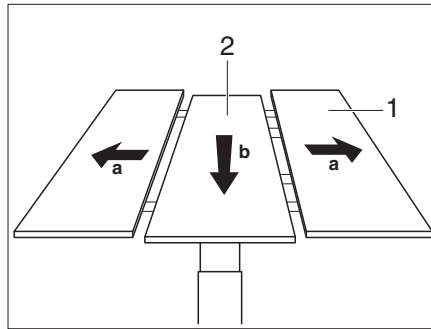

Bild 99 Mittelteil hoch fahren
- Die Außenteile (Bild 99,1) des Tisches auseinander ziehen.
- Das Mittelteil (Bild 99,2) des Tisches kräftig nach unten drücken. Das Mittelteil wird mit Federkraft nach oben gedrückt.
- Das Mittelteil (Bild 99,2) des Tisches kräftig nach unten drücken. Das Mittelteil rastet in der unteren Stellung ein.